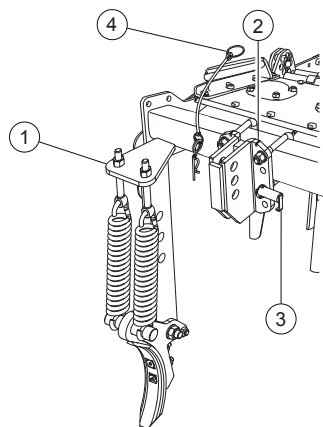

FIG. 18 Zinke "NO-STOP"
- Die Zinke (1, Fig. 18) in den zentralen Träger (2) einsetzen.
- Die Position mit dem Bolzen (3) blockieren.
- Den Bolzen (3) mit dem entsprechenden Stift (4) absichern.